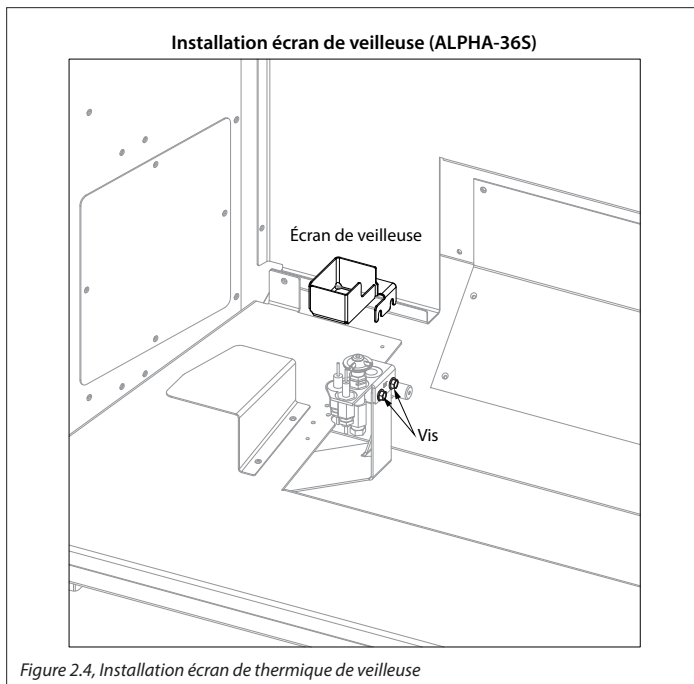

Figure 2.4, Installation écran de thermique de veilleuse
2. Desserrez, mais sans les retirer, les (2) vis retenant l'ensemble de veilleuse au support de veilleuse.
3. Insérez les fentes de l'écran de veilleuse sur les vis du support de veilleuse, tel que montré à la Figure 2.4.